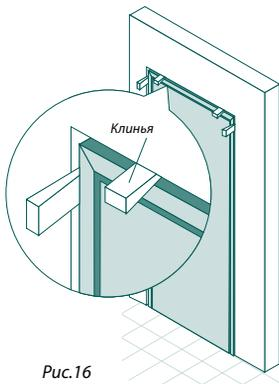

Рис. 16
4.3 Зафиксируйте (расклиньте) верхнюю часть дверной коробки. Рис. 16.